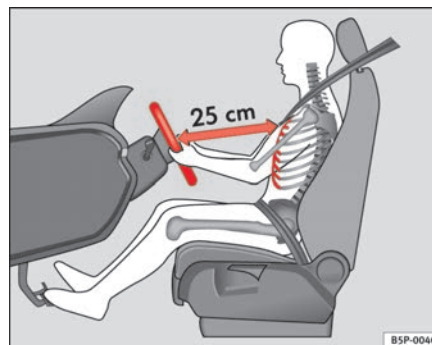

Fig. 134 Posición correcta del conductor
- Ajuste el volante hasta alcanzar la posición deseada ⇒ **fig. 134**.
- Ajuste el asiento del conductor o el volante de modo que quede una distancia mínima de 25 cm entre el volante y el tórax ⇒ página 170, fig. 134. ¡Si no respeta la distancia mínima, el airbag no le protegerá adecuadamente y corre peligro de muerte!